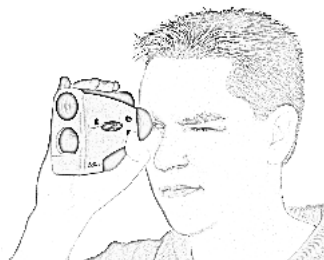
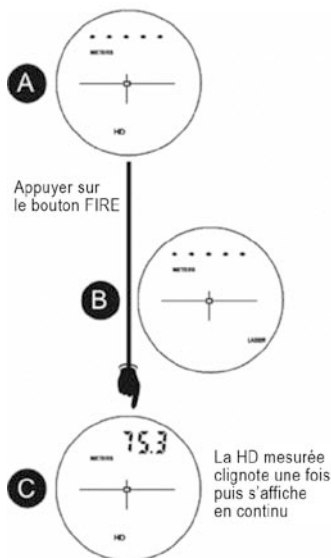

Figure 2
Figure 3
4. Regarder par l'oculaire (voir Figure 2) et utiliser la mire pour viser la cible. L'écran à cristaux liquides intégré devrait apparaître comme l'illustre la Figure 3.